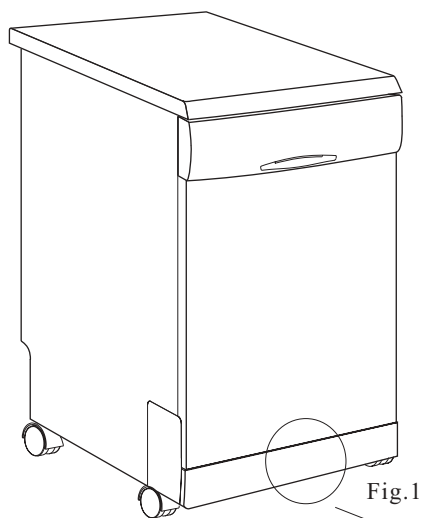

Fig.1
- Le contenant de trop-plein est situé à l'arrière de la plaque de bas de porte inférieure. (Voir Figure 1)